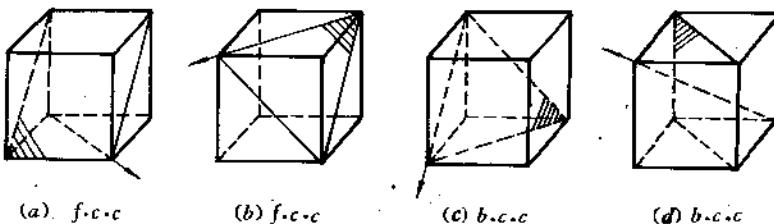

图 4-1
7. 在图 4-1 所示的晶面、晶向中，哪些是滑移面，哪些是滑移方向？就图中情况能否构成滑移系？